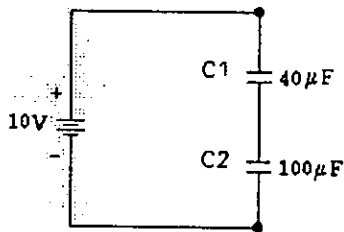

Figura 4
- g) Arme el circuito de la figura 4
7. De acuerdo a las mediciones de la figura 4, 5 y 6 en qué circuito se almacena una mayor energía ?